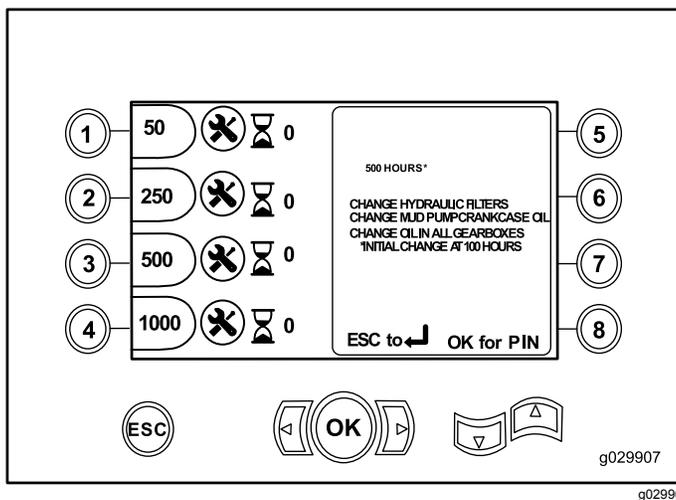

Figura 14
- Botão 3 – 500 horas (Figura 14)